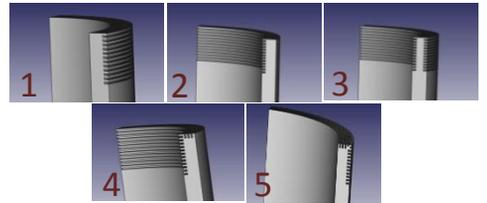
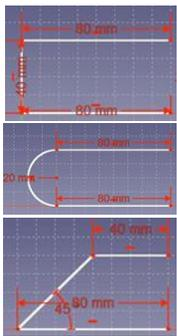

図1 4 mm容器/角縁に凸凹があるモデル
図2 容器の縁の形状
- 3Dプリンターで縁に溝のある（図1、図2）なしの容器を作製